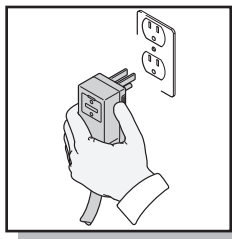

Fig. 15
- Dérouler le cordon d'alimentation et boucher complètement le GFCI dans un a fondé 120 sortie de volt. Appuyer le bouton de « réglant » sur la boîte de GFCI (la fig. 15). La fenêtre d'indicateur devrait montrer une couleur rouge. Ceci doit être fait chaque fois l'unité est branchée sur.